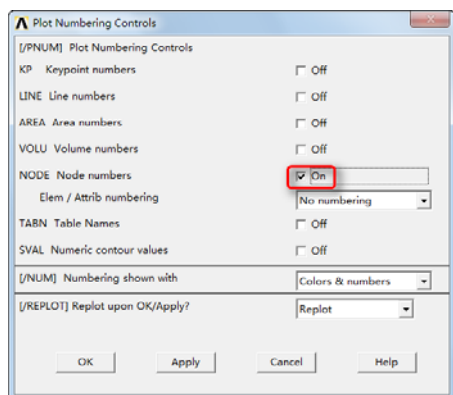

图 15-23 “Plot Numbering Controls”对话框
③ 打开节点编号显示：Utility Menu > PlotCtrls > Numbering，弹出“Plot Numbering Controls”对话框，如图 15-23 所示，单击“NODE”后面对应项，单击“OK”按钮。